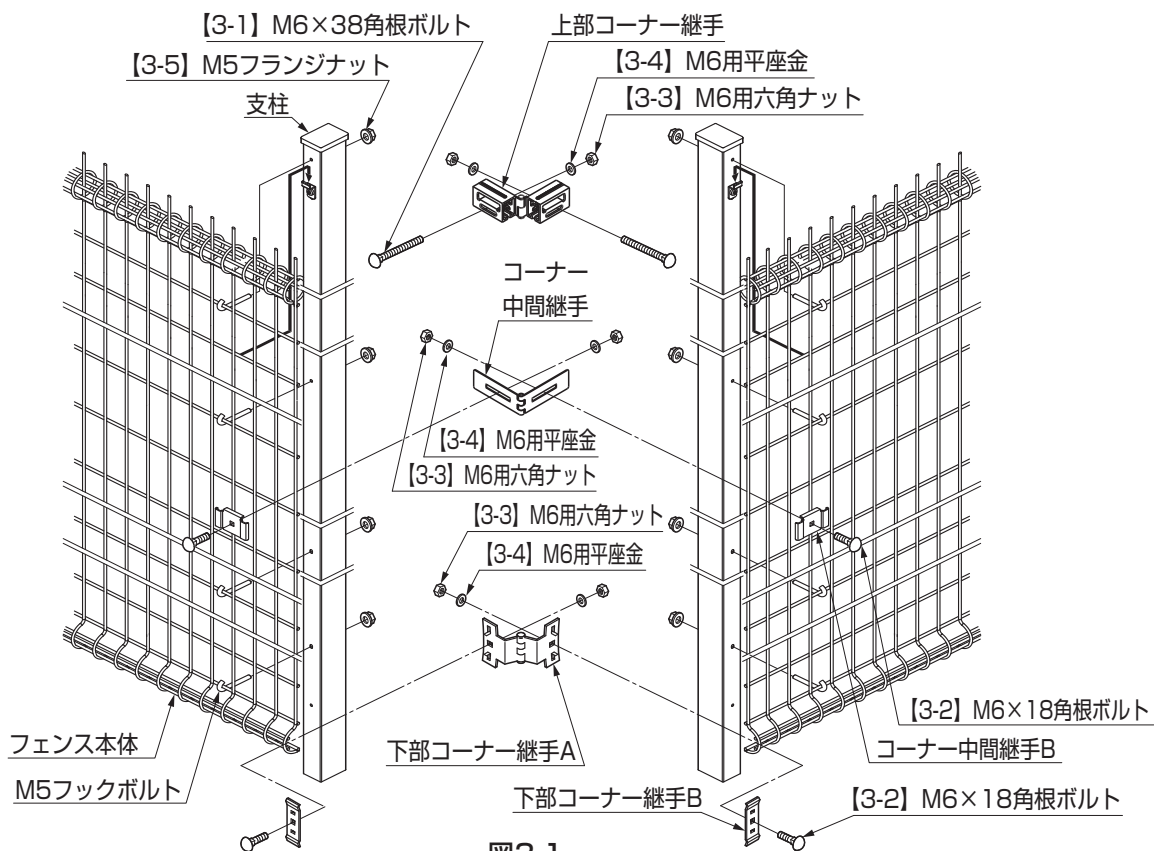

図3-1
② 上部コーナー継手を [3-1] [3-3] [3-4] で仮止めしてください。(図3-1参照)
③ コーナー中間継手とコーナー中間継手Bを [3-2] [3-3] [3-4] で仮止めしてください。(図3-1参照)
④ 下部コーナー継手Aと下部コーナー継手Bを [3-2] [3-3] [3-4] で仮止めしてください。(図3-1参照)
⑤ フェンス本体同士の隙間を上下均等に調整後、フックボルトおよび・ナットをゆるみのないように完全に締め付けてください。